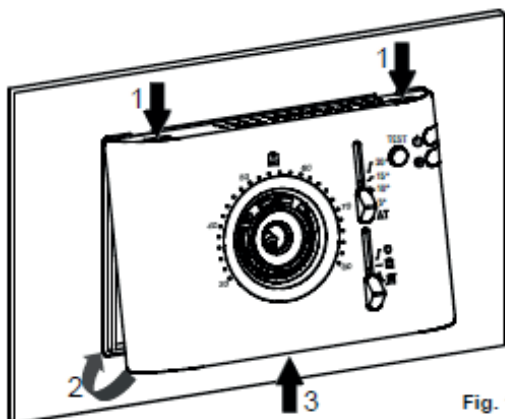

Fig. 10
- Ruotare la calotta facendo in modo che gli slider coincidano con i relativi commutatori e spingere verso l'interno la linguetta plastica posta sulla parte inferiore della base (indicata dalla freccia in Fig. 10) ed esercitare una pressione che faccia scattare la linguetta plastica di fissaggio all'interno del foro sul lato inferiore della calotta. Quindi verificare la corretta corsa degli slider.